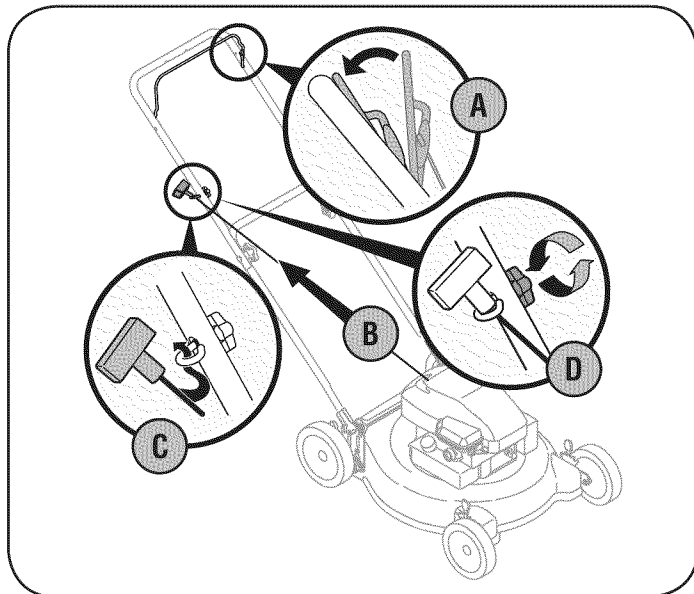

Figura 3
3. La guía de la cuerda está unida al costado derecho de la manija superior. Afloje la tuerca de mariposa que sujeta la guía de la cuerda. Vea la Figura 3.